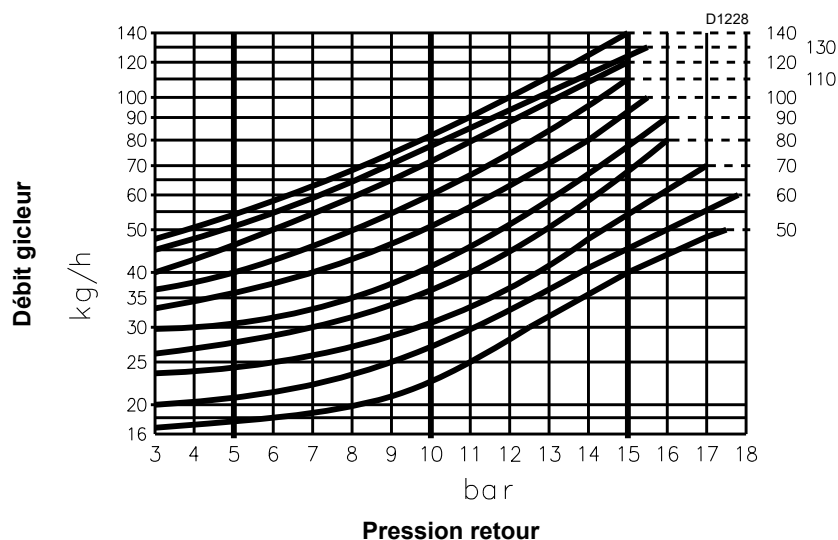

Fig. 27
Le diagramme (Fig. 27) indique ce rapport pour le gicleurs Bergonzo type A3 et A4 avec pression de refoulement de 20 bar.
Diagramme (Fig. 27):
- Quand le réglage est terminé et après avoir débloqué le servomoteur (voir page 20), contrôler manuellement qu'entre 0° e 130°, il n'y ait pas de variations brutales et que les pressions maximums et minimums correspondent à celles choisies selon le diagramme (Fig. 27, page 22).
Le débit du gicleur est donné par le diagramme (Fig. 27, page 22) en correspondance de la pression sur le retour du gicleur, lue sur le manomètre 1)(Fig. 28, page 23).